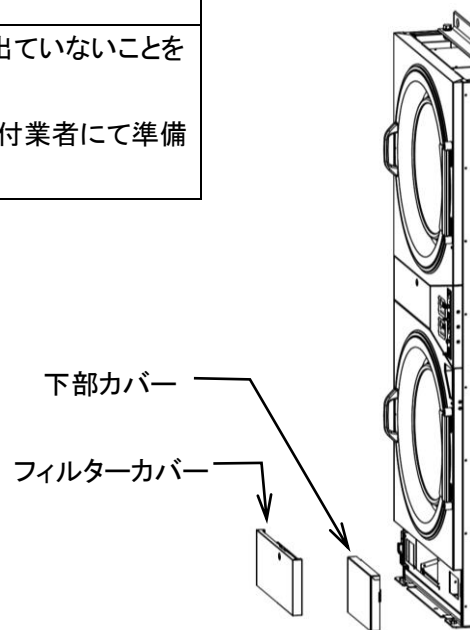

図 4-3
1) 下部カバーとフィルターカバーを外します。(図 4-3)